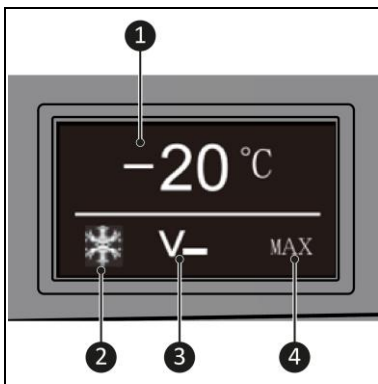

Figura 4
- Temperatură (Figura 4, poziția 1) arată temperatura setată sau curentă în interiorul aparatului (Celsius sau Fahrenheit).
- Răcire (Figura 4, poziția 2) arată dacă aparatul se răcește în mod activ.
- Protecția bateriei (Figura 4, poziția 3) arată modul de protecție a bateriei selectat în prezent (ridicat, mediu sau scăzut).
- Capacitate de răcire (Figura 4, poziția 4) arată capacitatea de răcire (MAX sau ECO).